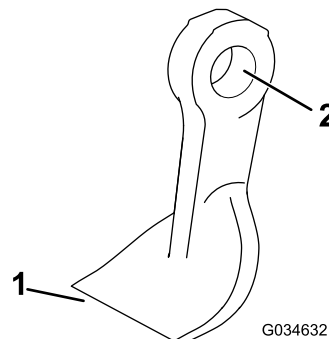

Figura 77
- Controllate ogni lama per escludere danni, con particolare attenzione a dispositivi di fissaggio, taglienti e fori di montaggio (Figura 77). Sostituite tutte le lame e i dispositivi di fissaggio danneggiati.